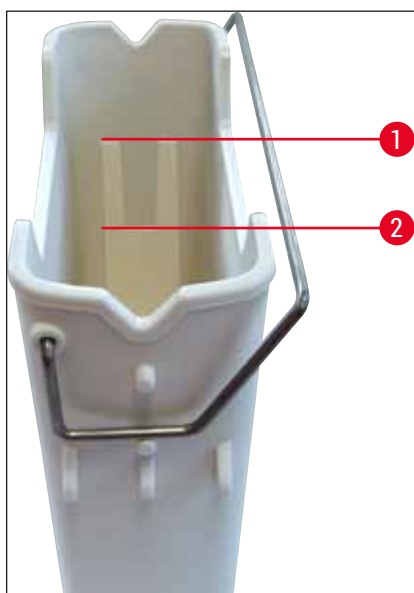
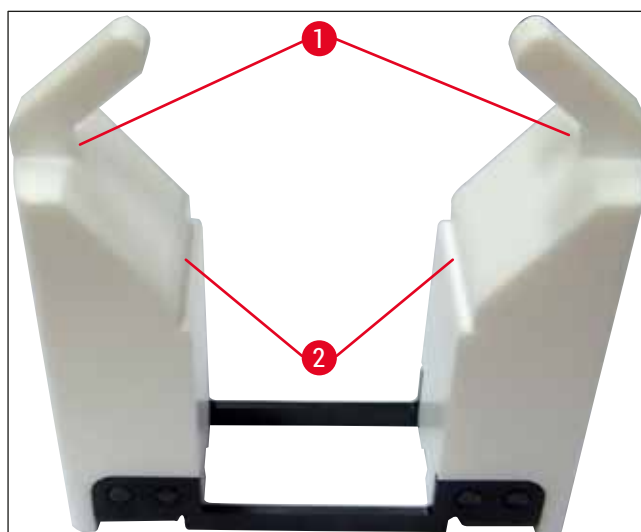

Fig. 66
Fig. 67
Kontrollér, om reagenskuvettehåndtaget er korrekt fastgjort til reagenskuvetten. Hvis det ikke er tilfældet, skal du fastgøre håndtaget i som vist på (→ "Fig. 66").
- Når du fylder en af reagenskuvettetyperne, skal du holde øje med markeringerne for påfyldningsniveauet inden i reagenskuvetterne (→ "Fig. 66") (→ "Fig. 67").
- Hvis indsatserne til specialfarvninger (→ "Fig. 67") anvendes i reagenskuvetterne for at reducere reagensvolumen, skal du indsætte dem i reagenskuvetten først og derefter påfylde reagens mindst op til det angivne minimum-påfyldningsniveau (→ "Fig. 67-2"), men ikke over maksimum-påfyldningsniveauet (→ "Fig. 67-1").